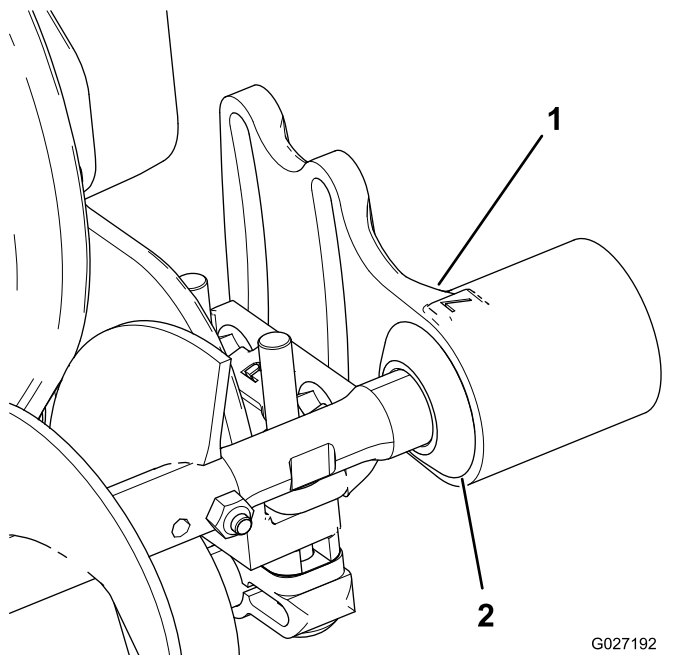

図 10
1. 各エクスクルーダシールを外側にずらし、シールのリップがそれぞれのベアリングハウジングに軽く接触するようにする 図 10。